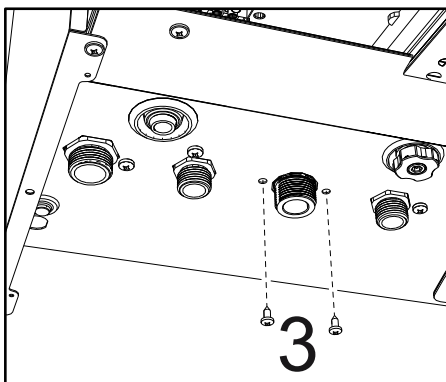

fig. 43
- Undo the screws "3" (fig. 43)